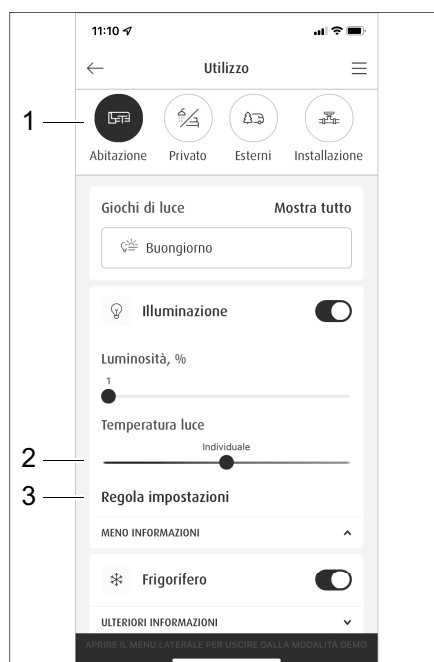
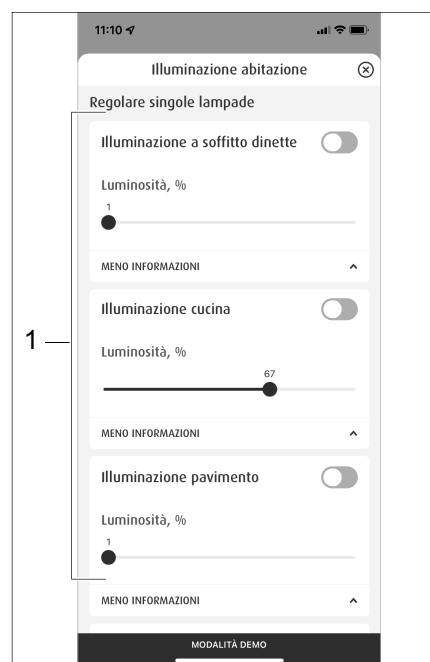

Fig. 293 Selezione di scenari preconfigurati
Fig. 294 Gestione degli scenari
- Digitare nel menu *Utilizzo* il pulsante *Abitare* (Fig. 293,1).
- Digitare nel menu *Abitare* su *Impostazione personalizzata luci* (Fig. 293,3). Il menu *Impostazione personalizzata luci* (Fig. 294) si apre.
- Selezionare nella scelta di illuminazione (Fig. 294,1) l'illuminazione desiderata e impostare con il regolatore a scorrimento (Fig. 293,2) la temperatura della luce.